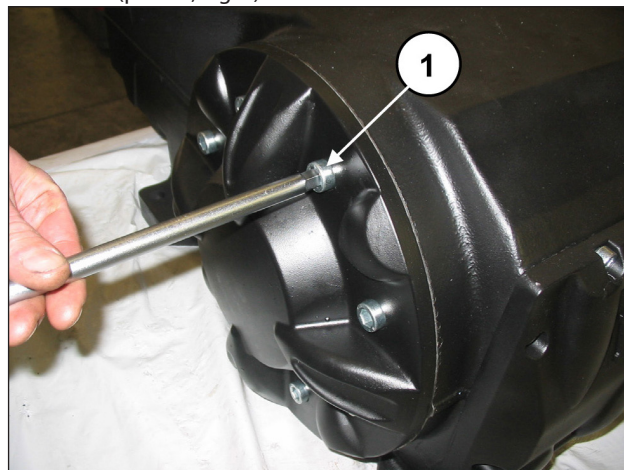

Fig. 4
No lado oposto, solte os parafusos de fixação da cobertura do rolamento (pos. ①, Fig. 4) e remova-o.